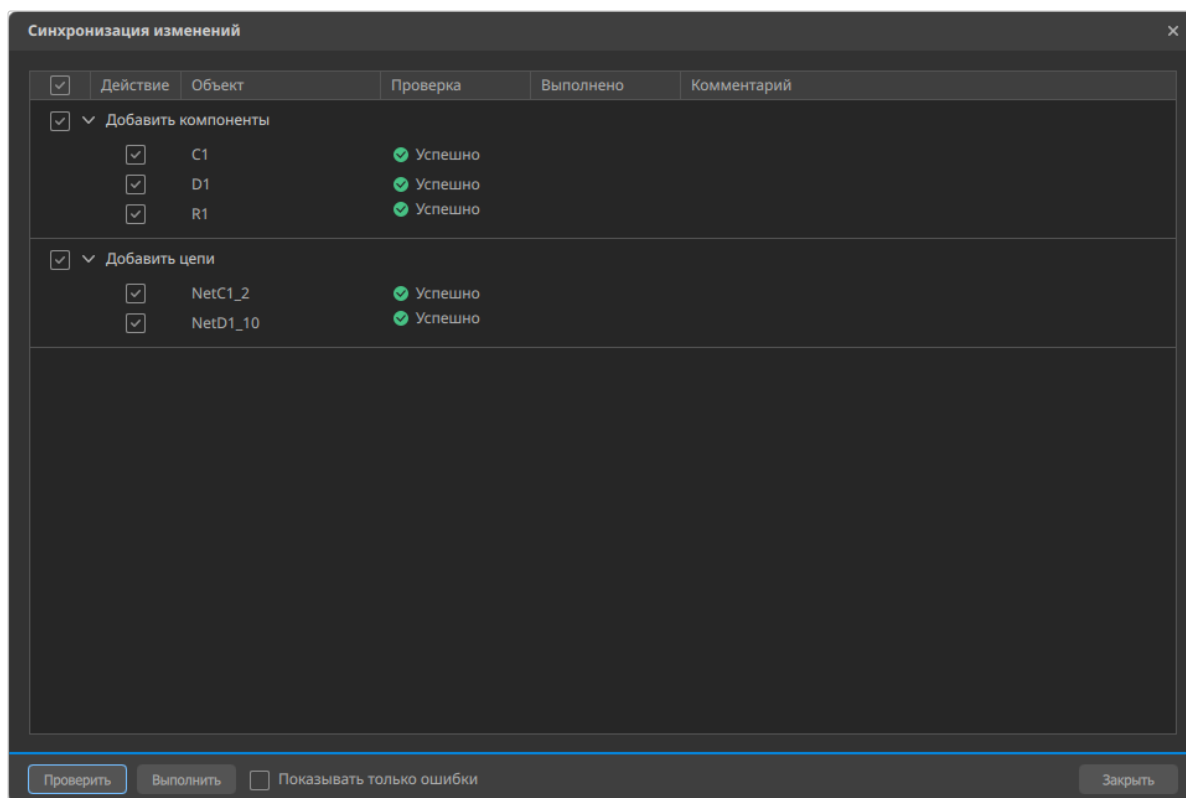

Рисунок 78. Статус проверки в окне «Синхронизация изменений»
- 4) В столбце «Проверка» отобразится возможность применения выбранных изменений (см. рисунок 78).